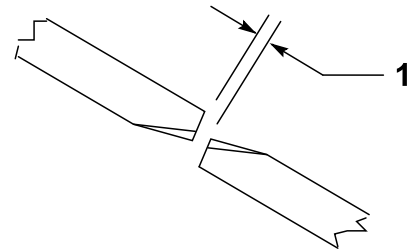

Bild 31
2. Drehen Sie ein mittleres und ein daneben befindliches seitliches Messer, sodass die Messerspitzen ausgerichtet sind. Messen Sie den Abstand zwischen den Messerspitzen (Bild 31).
Für den richtigen Betrieb der Schneideinheit muss ein Abstand von 10 mm bis 16 mm zwischen den Messerspitzen des Seiten- und mittleren Mähwerks bestehen (Bild 31).